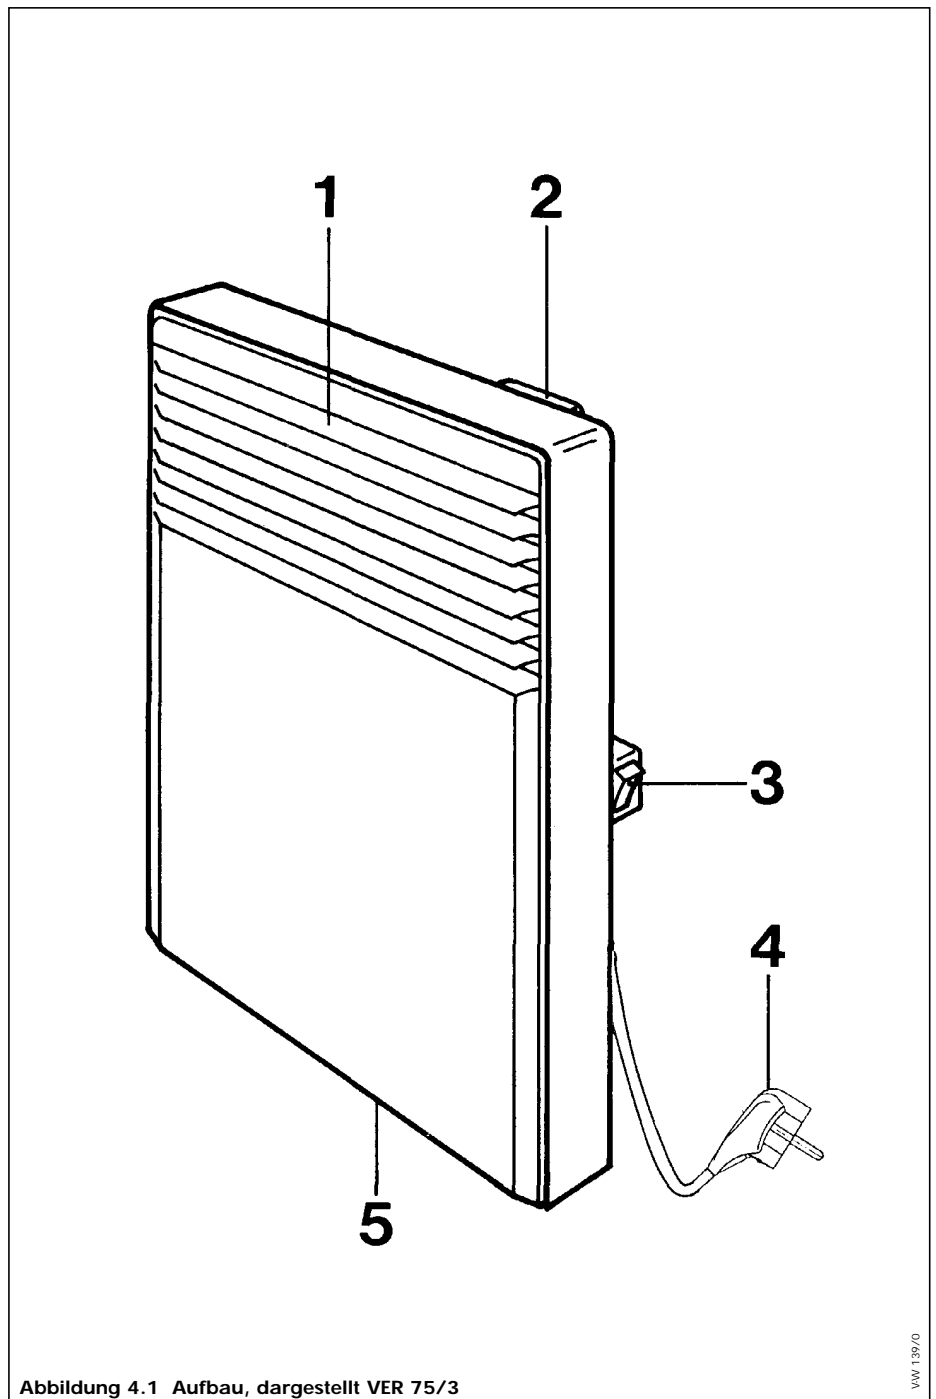

Abbildung 4.1 Aufbau, dargestellt VER 75/3
- Zur längeren Nichtinbetriebnahme oder Reinigung des Gerätes, schalten Sie das Gerät über den Schalter (3, Abb. 4.1, Seite 3) aus.
Legende zu Abb. 4.1